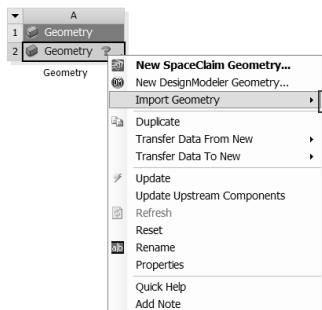

图 13-42 导入几何体
Step1：在 A2 Geometry 上右击，在弹出的快捷菜单中选择 Import Geometry Browse 命令，如图 13-42 所示，此时会弹出“打开”对话框。